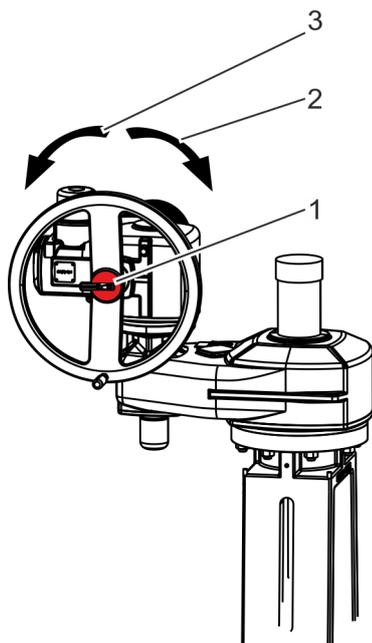

Fig. 20: Entraînement électrique : Actionnement du volant en cas d'urgence (représenté : DSK 26 PD 25 65-300)
2. ➤ Accoupler le volant (Fig. 20/1).
- Rotation dans le sens horaire (Fig. 20/2) : Fermer la vanne.
- Rotation dans le sens anti-horaire (Fig. 20/3) : Ouvrir la vanne.